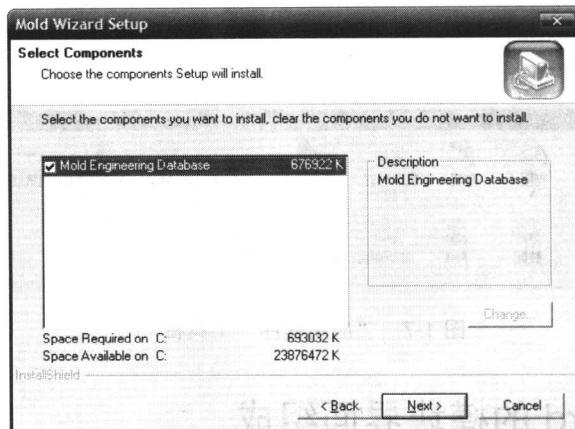

图 1-3 选择安装组件
- ③ 单击“选择安装路径”对话框中的“Next”按钮，此时系统弹出“选择安装组件”对话框，如图 1-3 所示。